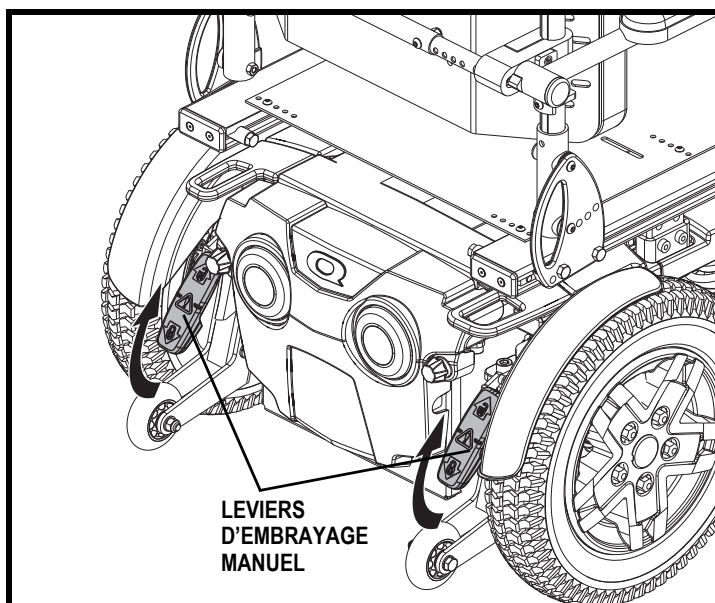

Figure 10. Mode «roues libres» (débrayé)
3. Soulevez les leviers vers le haut pour désengager les moteurs et passer en mode «roues libres». Voir la figure 10.